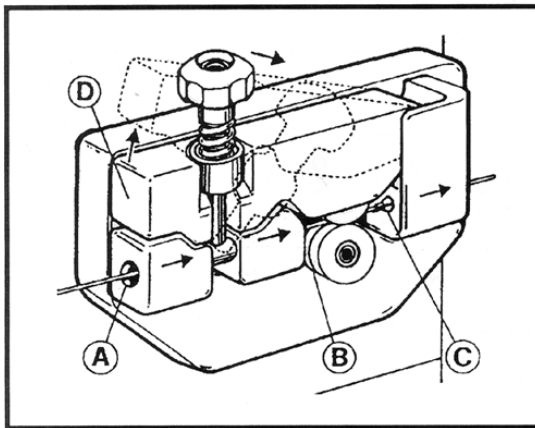
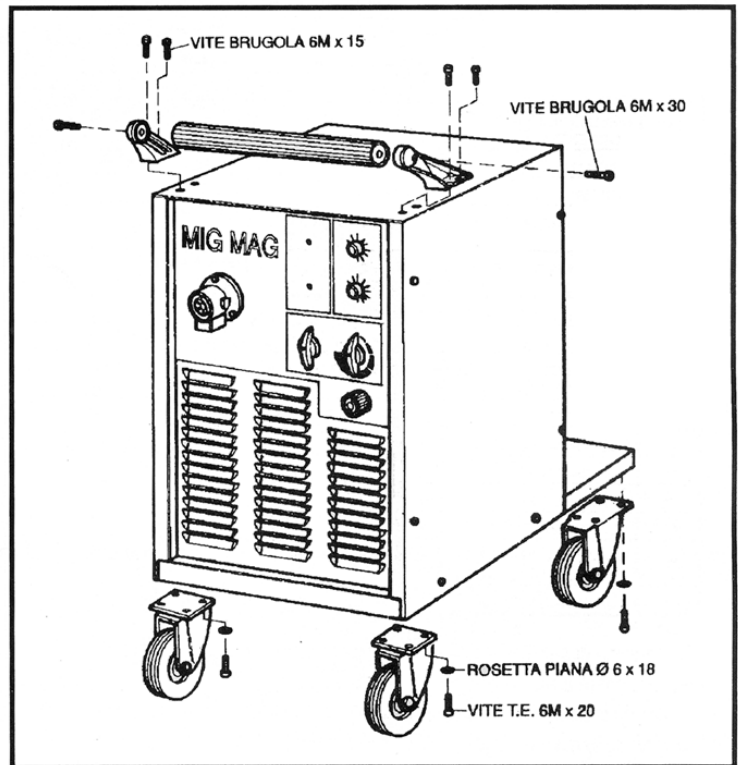

Fig. 2
Fig. 3
- Montare i particolari in corredo alla saldatrice (fig.3).
- Montare la torcia di saldatura (52).
– Assicurarsi che il filo di saldatura passi dentro la gola del rullino (fig. 2 B) e che siano perfettamente allineati. Prima di collegare il cavo di alimentazione (30) assicurarsi che la tensione di rete corrisponda a quella della saldatrice e che la presa di terra sia efficiente.